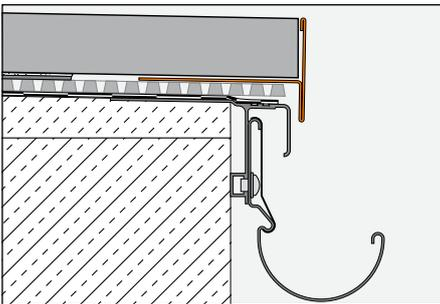

Fig. 2
### Procedimiento para la colocación de baldosas autoportantes sobre puntos de apoyo de mortero con BARA-RT/ BARA-RTC (fig. 2 y 3)
3.2 Si la instalación se realiza sobre TROBA-PLUS con los anillos de encofrado de capa fina Schlüter-TROBA-STELZ-DR (fig. 2), el perfil de remate BARA-RT/BARA-RTC debe cubrir el lateral abierto del pavimento. Para ello, es necesario aplicar puntos de apoyo de mortero de capa fina sobre el ala con perforaciones trapezoidales del perfil BARA-RT/BARA-RTC. A continuación, se colocan las baldosas autoportantes sobre los puntos de apoyo.